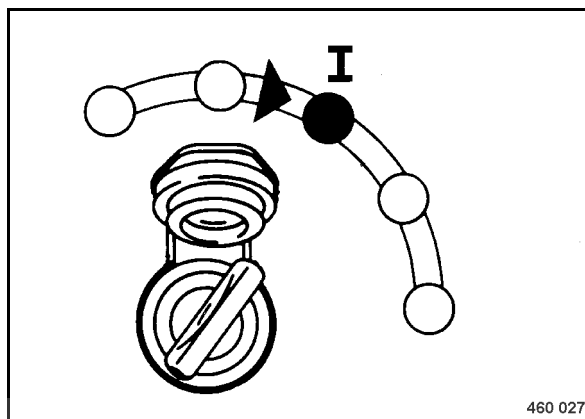

Fig. 48
- Tourner la clé de contact (Fig. 48) sur position "I".